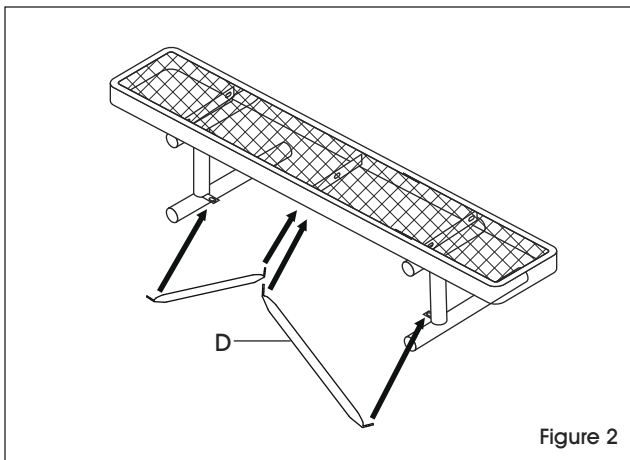

Figure 2
5. Set the bench upright on its legs. Loosely attach the leg braces (D) using one bolt, two washers and a nut. (See Figure 2)
5. Posez le banc debout sur ses pattes. Fixez lâchement les renforts de patte (D) à l'aide d'un boulon, de deux rondelles et d'un écrou. (Voir Figure 2)